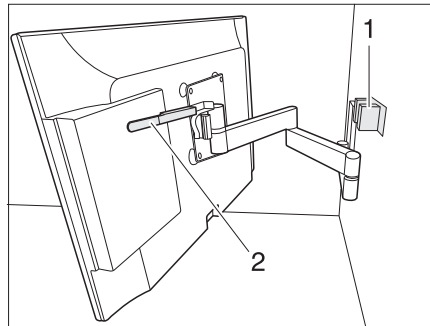

Bild 58 Halterung mit Gelenkarm
- Hebel (Bild 58,2) nach unten drücken um Flachbildschirm aus Arretierung (Bild 58,1) zu lösen. Hebel loslassen.